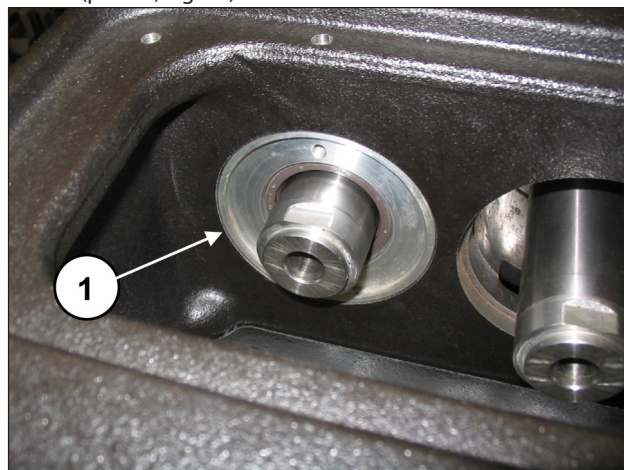
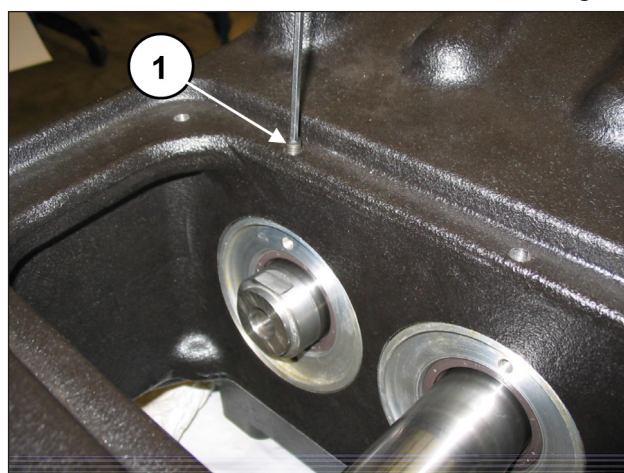

Fig. 97
Fig. 98
Comprobar que la tapa entre a fondo en el alojamiento (pos. ①, Fig. 97), sin dañar el labio de la anilla de retención radial. Fijar las tapas de retención con 2 tornillos prisioneros M6x30 (pos. ①, Fig. 98).